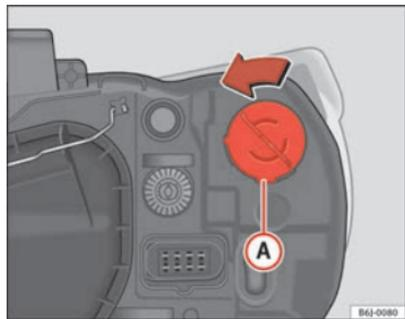

Fig. 138 Luz indicadora de mudança de direcção farol simples
- Rode o porta-lâmpadas ⇒ fig. 138 **A** para a esquerda e puxe.